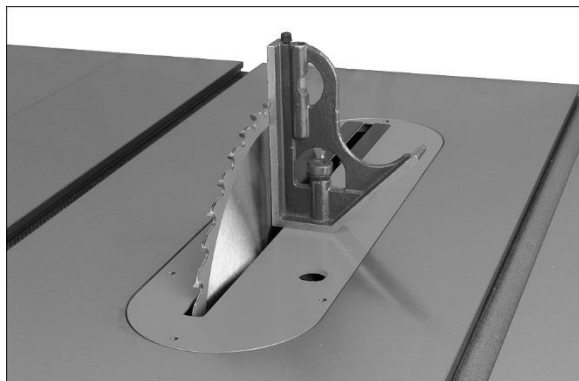

Рисунок 8-4
3. Поднимите пильный диск в самое верхнее положение и поместите угольник на стол, приложив его к диску (Рисунок 8-4). Убедитесь, что зубья диска не препятствуют выверке.